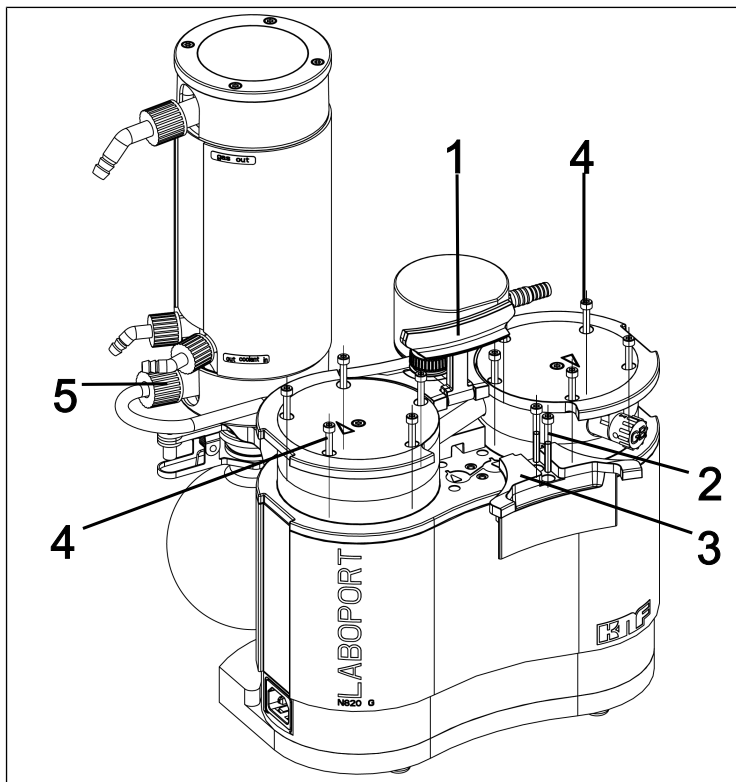
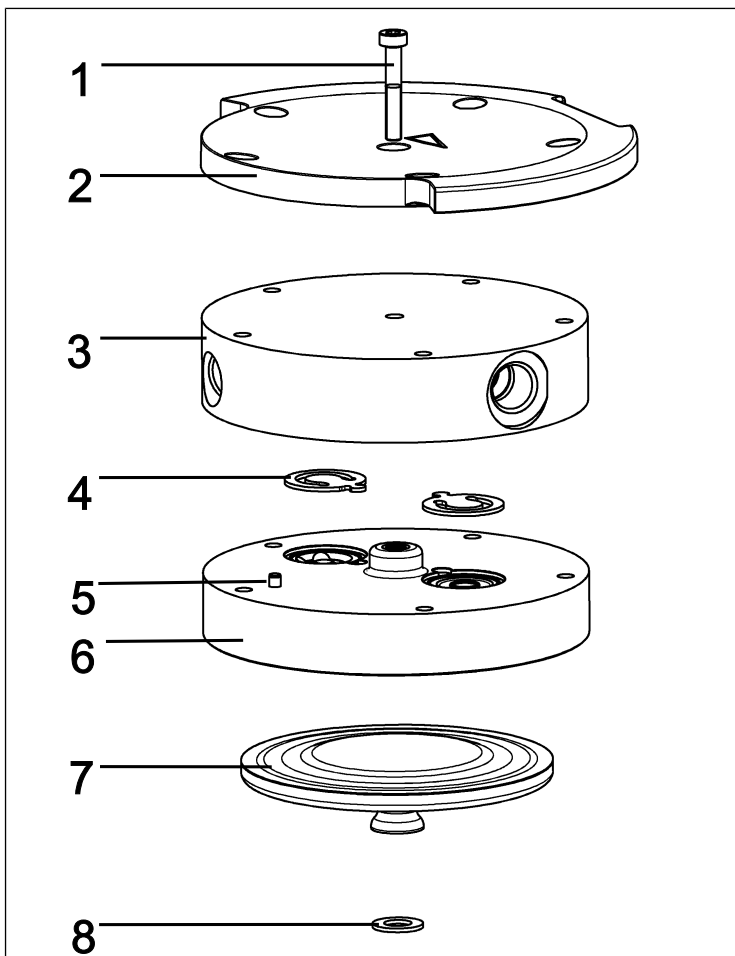

Fig.12: Démontage de la poignée
Fig.13: Tête de pompe (pompe représentée N820)
3. Desserrez l'écrou d'accouplement du raccord de tuyaux (5/ Fig. 12) des composants du système de vide.
4. Mettez la poignée (1/ Fig. 12) en position verticale.
5. Desserrez les deux vis (2/ Fig. 12) du cache de poignée (3/ Fig. 12).
6. Retirez le cache de poignée (3/ Fig. 12).
7. Desserrez les 10 vis extérieures de la tête (4/ Fig. 12) sur les deux têtes de pompe.
8. Retirez les 10 vis extérieures de la tête (4/ Fig. 12) hors des deux têtes de pompe.
- i** Laissez tout d'abord les deux vis intérieures de la tête (1/ Fig. 13) bien serrées à ce stade.
**i** Les numéros de position se réfèrent aux Fig. 13, sauf indication contraire.
1. Marquez la plaque supérieure (2), le couvercle (3) et la plaque intermédiaire (6) d'un trait de crayon continu. Cela permet d'éviter que les pièces ne soient mal assemblées par la suite.
2. Retirez les vis extérieures (4/ Fig. 12) des têtes de pompe.
9. Placez les 10 vis extérieures (4/ Fig. 12) dans la tête de pompe et serrez-les en croix (couple de serrage : SH/ SR820G : 4 Nm; SR/SH840G: 5 Nm)
- i** S'il n'est pas possible d'insérer les vis extérieures (4/ Fig. 12) dans la tête de pompe, desserrez la vis de tête intérieure (1) et vérifiez que le couvercle de la tête (3) est bien fixé sur la plaque intermédiaire (6).
11. Serrez l'écrou d'accouplement du raccord de tuyaux (5/ Fig. 12) sur le condenseur haute performance (2/ Fig. 3) à la main.
1. Montez le cache de poignée (**3**/Fig. 12).
2. Serrez les vis (**2**/Fig. 12) du cache de poignée (**3**/Fig. 12) (couple de serrage : 2 Nm).